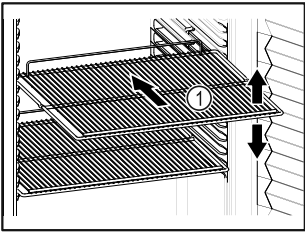

Fig. 59 Примерно изображение
- Ако стелажите за съхранение Fig. 59 (1) могат да се местят, регулирайте ги според височината.